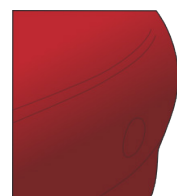

Abbildung 25
- › Die Verklebung ist beendet. (Abb. 25)